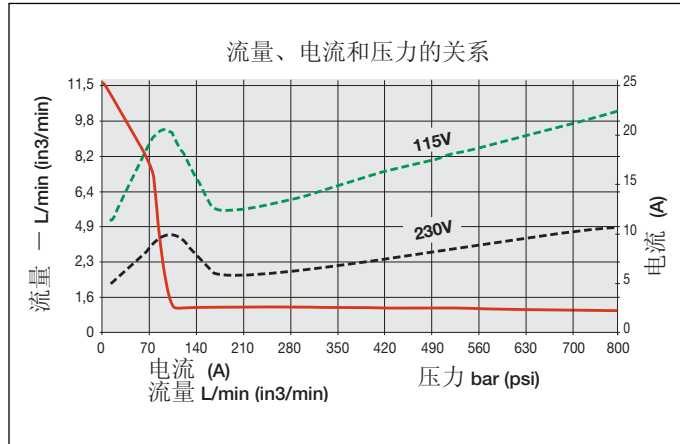

图 1 - 流量图
#### 3.2 流量图 (见图 1)
1. 由客户提供断线和线路保护。线路保护应为在最高使用压力下电机满负荷电流的 115% (见图 1)。
\*Actual power consumption depends on the application. See Figure 1.